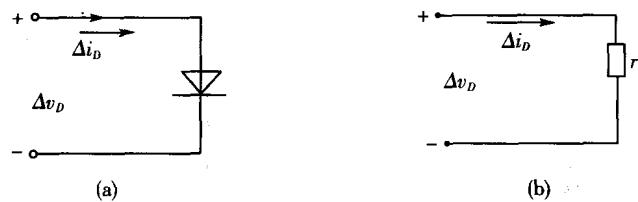

图 1.2.5
②二极管微变等效电路。它是依据二极管小信号运用时的特性建立的。如图 1.2.5 所示。二极管在微变信号作用下, 可等效为一个动态电阻 r_d 。 r_d 与工作点密切相关, 工作点改变, r_d 的数值也发生改变。